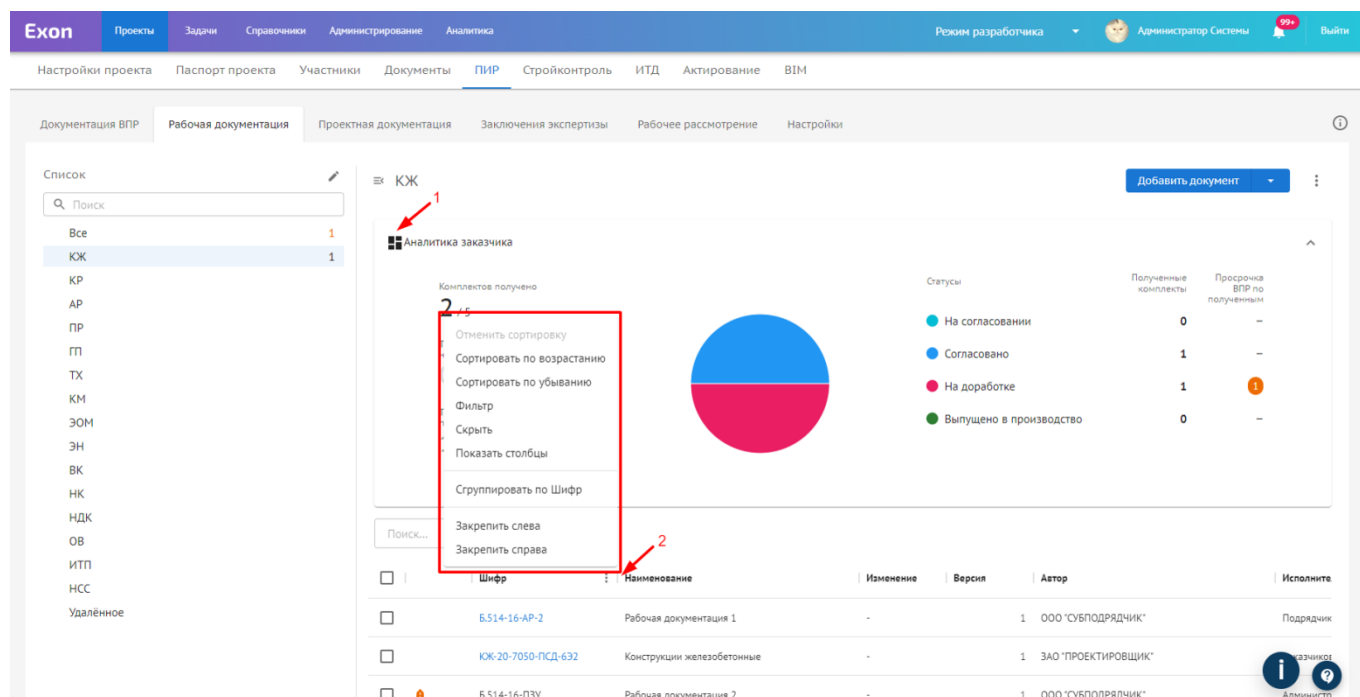

Рис. 22 - Реестр файлов
столбцов местами, изменяя их ширину и через три точки, по каждому столбцу можно настраивать нужную фильтрацию (2) (рис. 22).